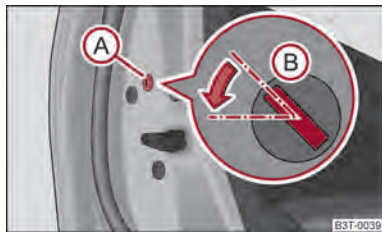

Fig. 16 Puerta trasera: Bloqueo de emergencia de la puerta
- Desmontar el paramento (A) ⇒ fig. 16.
- Ponga la llave en la ranura (B) y gírela en el sentido de la flecha en la posición horizontal (con las puertas de la derecha invertidas).